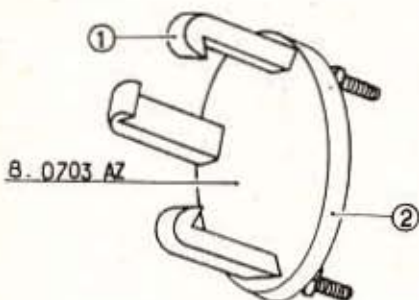

Fig. 60. — Nouvel arrache-volant 8.0703 AZ.
- Engager par dessous les trois branches (1) de l'arrache volant (fig. 60).